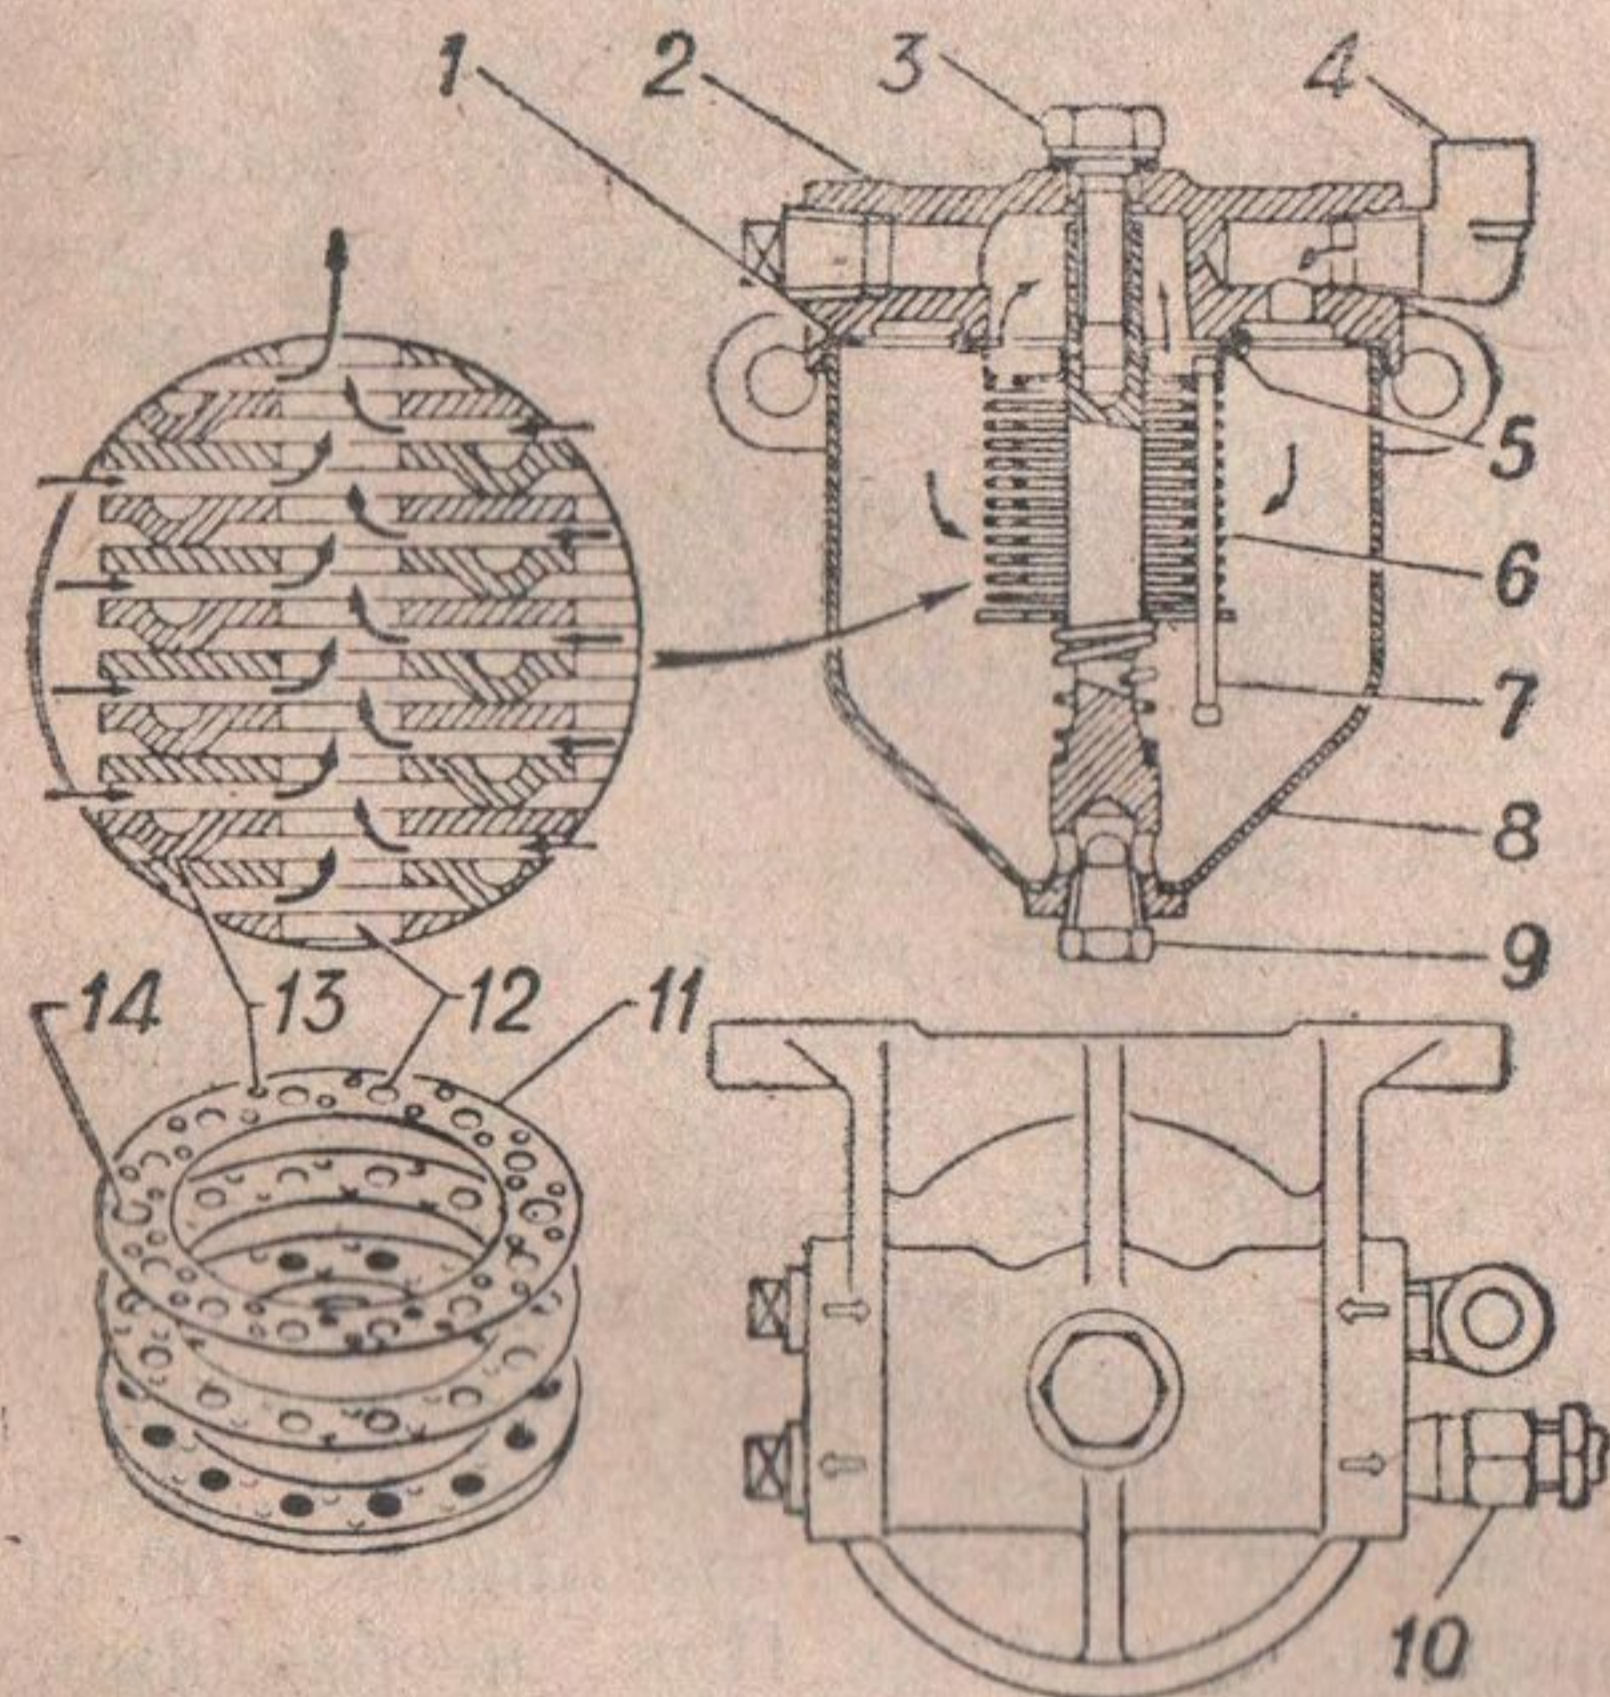

Рис. 9. Бензиновый фильтр-отстойник:
**Бензиновый фильтр-отстойник** (рис. 9) прикреплен к правому лонжерону рамы сзади кабины. Фильтрующий элемент отстойника отделяет от бензина воду и механические примеси размером более 0,05 мм.